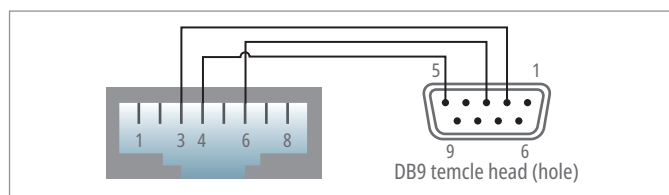

Рис. 4. Схема распыки кабеля-переходника с разъёмами RJ-45/DB9
- **кабель-переходник с разъёмами RJ-45/DB9** (рис. 3 б). Коммуникационный порт стандарта RS-232/485 в контроллере GCAN-PLC-510 физически выведен на дополнительный разъём RJ-45. Фирменный кабель-переходник позволит вынести сигнальные линии RS-232/485 с разъёма RJ-45 на традиционный, стандартный разъём DB9. Схема распиновки переходника приведена на рис. 4. В табл. 4 указана распиновка сигналов RS-232/485 по разъёмам RJ-45, DB9;